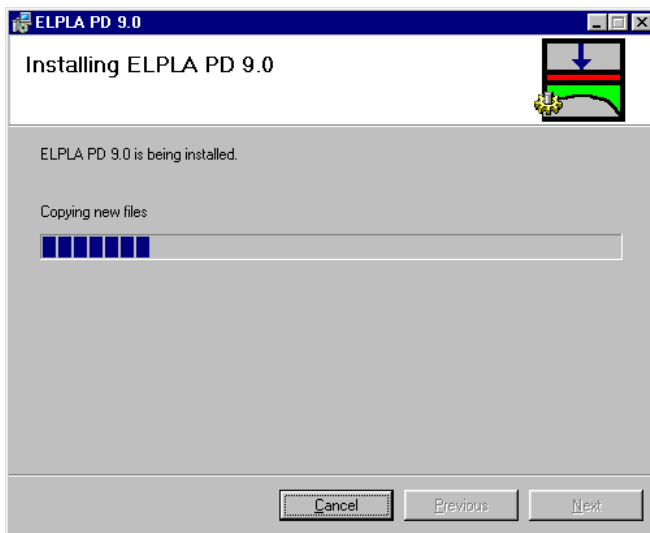

Bild 4 Menü "Installieren des Programms *ELPLA*"
*ELPLA* wird installiert und ein Menü zeigt den Prozess der Installation (Bild 4).